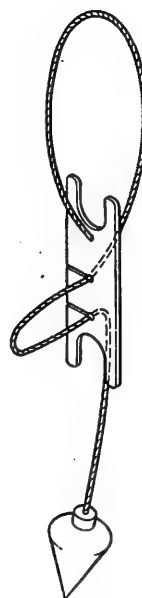

図4.3
- 1) 垂球⑭をおろして、測点上に機械を据えます。(図4.3)